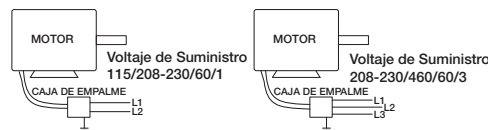

Figura 14 — Diagrama de Cableado Típico
2. Conecte el motor en el voltaje que desee según el diagrama de cableado que se encuentra en el motor o consulte la Figura 14 para conocer el diagrama de cableado de conexiones.